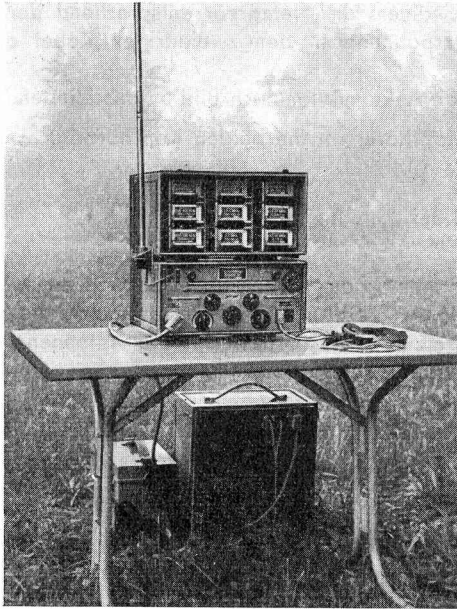

Bild 61. E 41 betriebsbereit.
1. Empfänger, Spulenkasten, Netzgerät und Akkumulatoren aufstellen (Bild 61). Sämtliche Kastendeckel abnehmen.